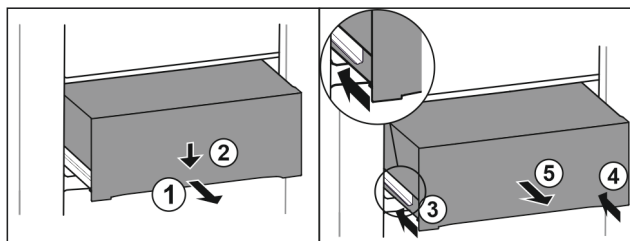

Fig. 70
- ▶ Izvucite ladicu na pola. Fig. 70 (1)
- ▶ Pritisnite ladicu naprijed prema dolje. Fig. 70 (2)
- ▶ Gurnite lijevu vodilicu za oko 2 cm. Fig. 70 (3)
- ▶ Gurnite desnu vodilicu za oko 2 cm. Fig. 70 (4)
- ▶ Izvadite ladicu prema naprijed. Fig. 70 (5)